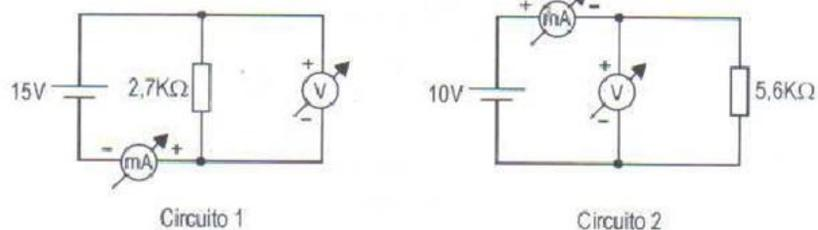

Figura 5.5
- 4) Nos circuitos da Figura 5.5, calcule o valor lido pelos instrumentos.